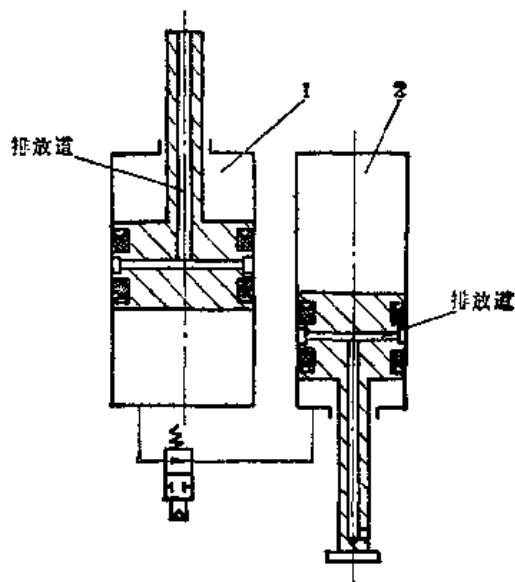

图3-1-9 有气液排放道升降装置示意图
(2) 气压油机构串气串油 起芯机构的提升缸为了实现在行程中准确停止，采用了气压油机构。但该机构的最大问题是油气串通。当油里串入气体之后，缸在运动时会振动爬行，发出咯咯的响声。串气严重时，不能正常工作，必须停机放气。同样，油也会串到气体里，随着气体排出，污染环境，增加油耗。可采用以下措施解决。
① 增设串油气排放道。将图3-1-5中的提升缸储油罐增加一个活塞杆，并设泄漏油、气的排放道。同样，在提升缸的活塞及活塞杆上也加设泄漏油、气的排放道。图3-1-9为改进后的示意图。一旦气体透过密封，则通过排放道排入大气，防止了气体进入油中。当油透过密封后，也通过排放道而排放到设备外面，但必须在排放口处设置积油容器。防止串气串油较理想的办法是下面一种。